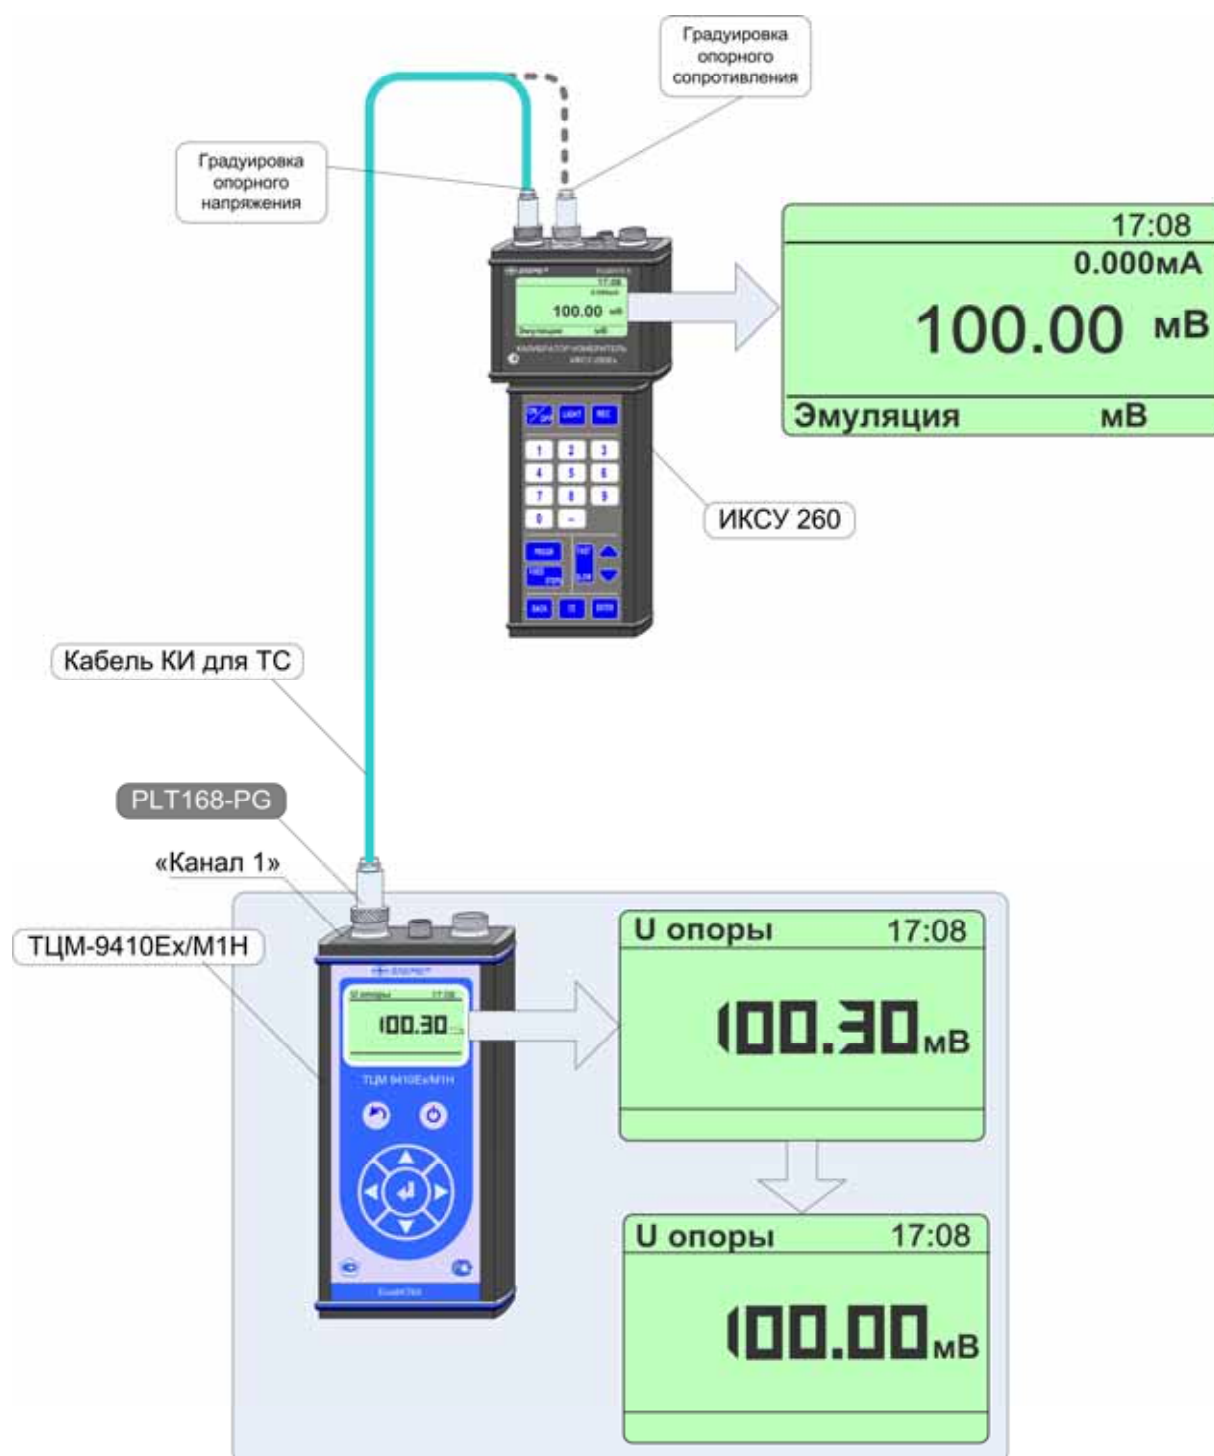

Рисунок 2.35
- установить значение эмулируемого сигнала, например, равным 100,00 мВ (см. рисунок 2.35);